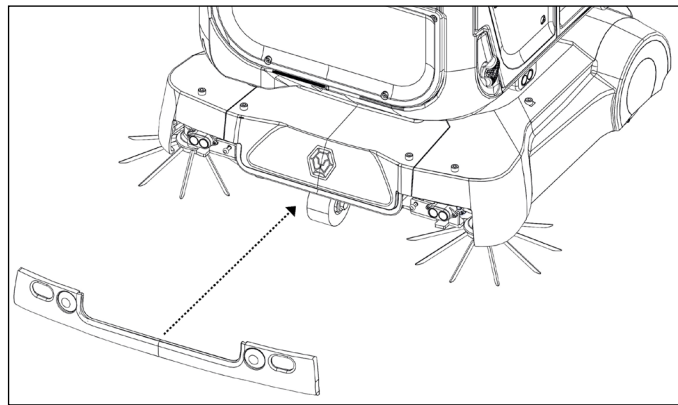

Abbildung 11
4. Befestigen Sie die Abdeckung wieder an ihrem Platz (Abb. 11).